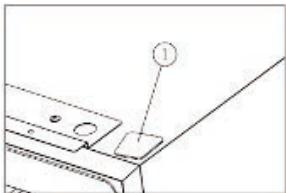

Imagen 4
- Instale la tapa ①.[Imagen 4]